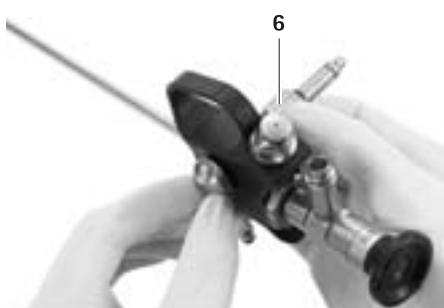

Fig. 6
- Enroscar la tuerca de sombrerete hasta que el adaptador para brazo de soporte 6 quede fijado, ver Fig. 6.